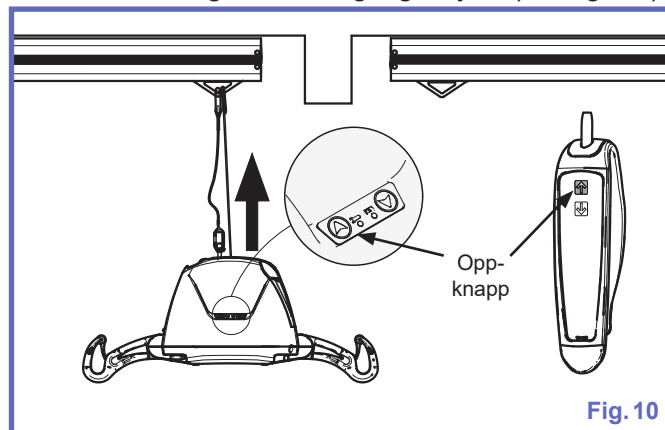

Fig. 10
- 5) Hekt karabinkroken til den transportable løfteren på den andre løpevognen. Trykk på OPP-knappen på håndkontrollen til forlengelsesremmen blir slakk og pasienten befinner seg i en behagelig høyde (se Fig. 10).